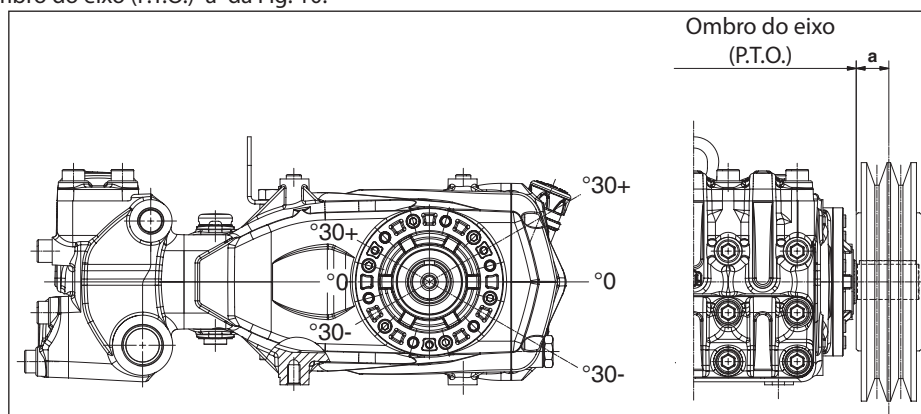

Fig. 10
A carga radial sobre o eixo não deve ser superior a 4500 N (valor necessário para a definição do layout). A transmissão é considerada adequada se tal carga é aplicada a uma distância máxima de $a = 50$ mm do ombro do eixo (P.T.O), conforme indicado na Fig. 10.
- b) Use correias de alto rendimento - por exemplo **XPB** ao invés de **SPB** - pois resultará necessário uma quantidade inferior de correias com a mesma potência transmitida e uma conseqüente distância inferior do resultante em relação ao ombro do eixo (P.T.O.) "a" da Fig. 10.
- e) Siga a direção da tensão da correia, conforme indicado na Fig. 10 para exigências diferentes, contate o **Departamento Técnico** ou o **Serviço de Assistência Técnica**.